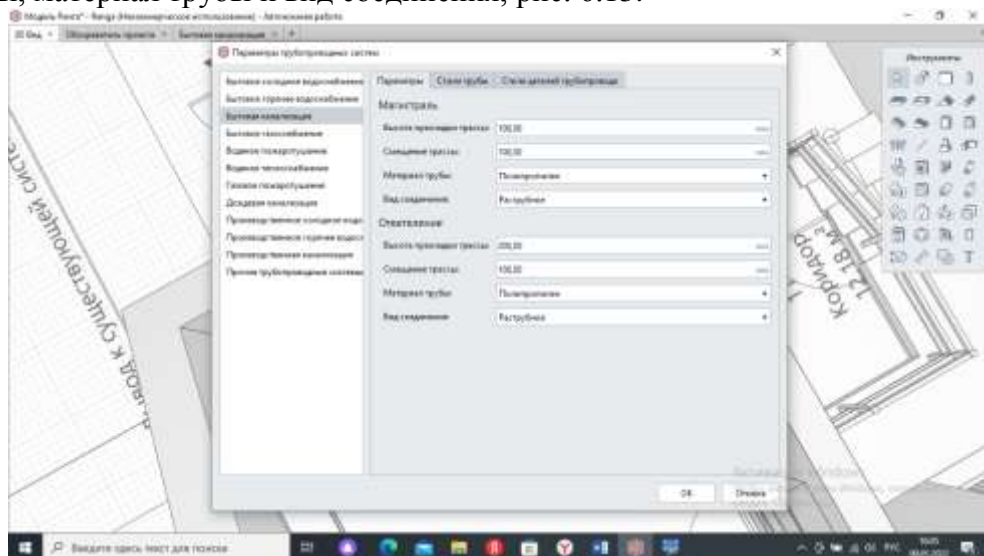

Рисунок 6.13 – Установка параметров канализации
4. Убедитесь, что в параметрах Бытовая канализация назначены высота прокладки и смещение трассы, материал трубы и вид соединения, рис. 6.13.